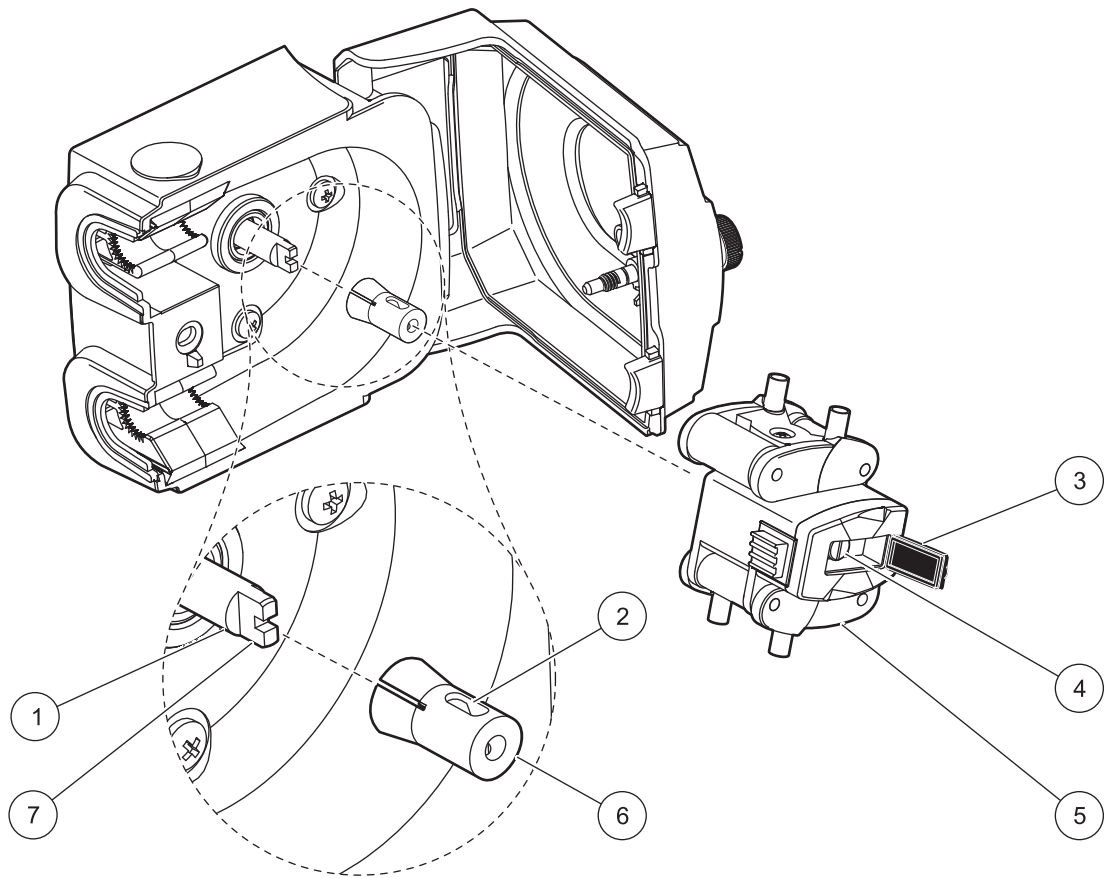

图 27 泵旋翼拆除
2. 打开旋翼末端的橡胶刮板并用平叶片螺丝刀拆除螺钉（图 27）。
3. 拆除旋翼。有一个夹头可将旋翼连接到泵轴并可在拆除旋翼时脱离（图 27）。
5. 如果在步骤 3 中将夹头拆除，则将夹头上的凹口与泵轴上的柄脚对齐，然后将夹头推入泵轴（图 27）。